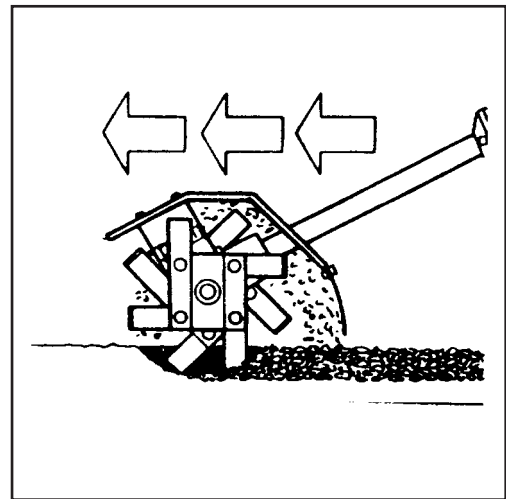
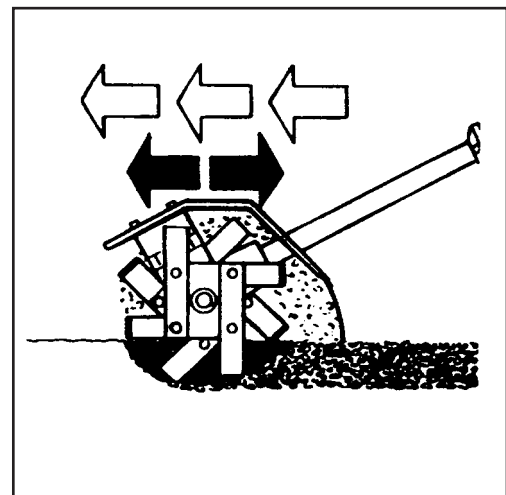

Fig. 5
Fig. 6
- Do spulchniania gleby na niewielkiej głębokości, należy szybko przesuwac kultywator po terenie (Rys. 5). W celu głębokiego zruszenia ziemi należy pracować powoli oraz zatrzymywac się na dłużej w danym miejscu przesuwając kultywator do przodu i do tyłu (Rys. 6).